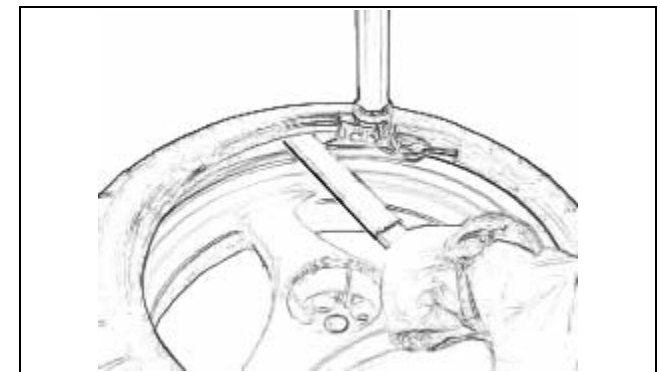

Fig. 18b
- E. As the turntable is turning use the tire tool in your left hand to raise and guide the tire bead onto the bead head (Fig. 18b).
- E. Faire tourner l'autocentrante par à-coups et utiliser le levier de la main gauche pour soulever et orienter le talon du pneu sur l'outil de montage/démontage (Fig. 18b).